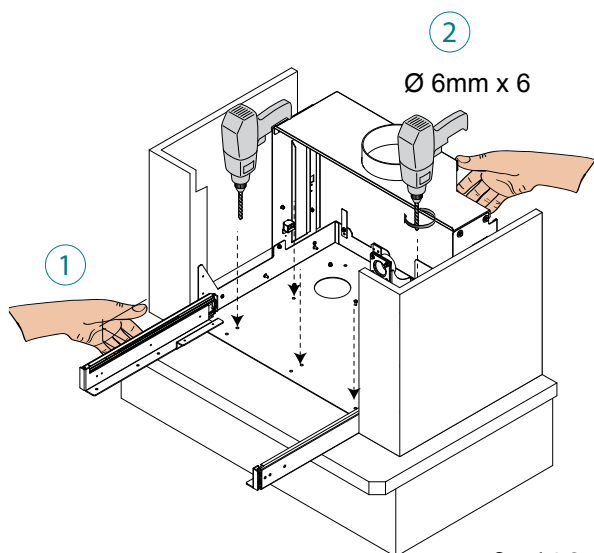

fig. 6.1.8
- 8) Colocar la estructura de la estufa en el soporte de la chimenea (1), marcar la ubicación de los 6 agujeros de $\text{Ø } 6 \text{ mm}$ para fijar la estructura (2) - utilice la misma estructura como plantilla para los agujeros - después perforar con taladro y broca de 6 mm de diámetro (fig. 6.1.8).